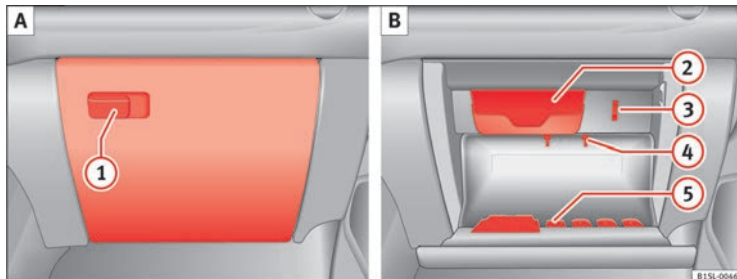

Fig. 75 Compartimento para objectos com tampa no lado do passageiro.
Levantar o manípulo para *abrir* ⇒ Fig. 75 (1).